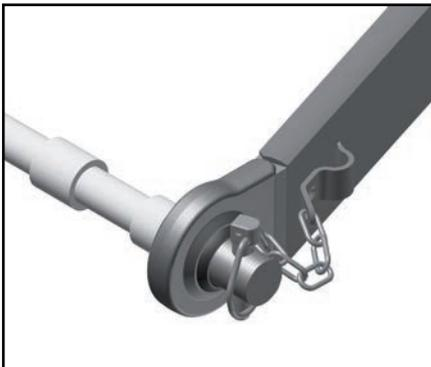

Abb. 5.52
*Das Gerät mit den dafür vorgesehenen, in die kugelförmigen Scheiben einzusetzenden Zapfen an den Tragarmen befestigen und diese mit den Sicherheitsstiften gegen Herausrutschen sichern (Abb. 5.52).*